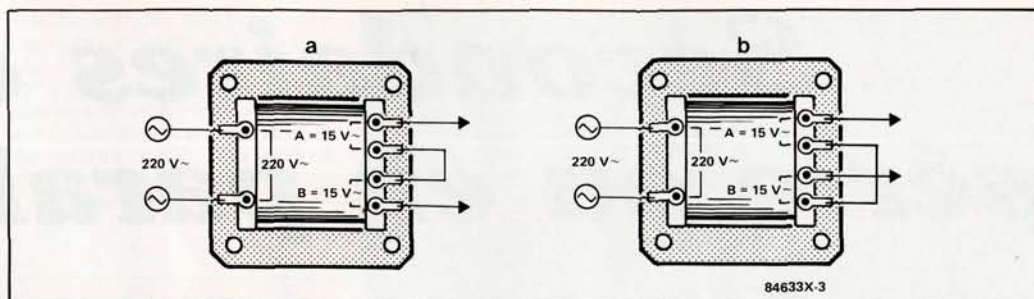

Figure 3 - Les deux possibilités de raccordement pratique des secondaires en série. La disposition est la plus courante.
dans l'air libre, et retournent du pôle sud vers le pôle nord à l'intérieur de l'aimant. Pour éviter au champ magnétique du transformateur cet épuisant trajet à l'air libre, on lui offre un circuit ininterrompu dans un noyau fermé. Dans le noyau de la figure 2, deux chemins s'offrent aux lignes de force, passant tous les deux par le centre du noyau, où le champ magnétique est à la fois créé par l'enroulement primaire et transformé en énergie électrique par les enroulements secondaires (figure 3). Notez que le sens des lignes de force n'est pas
**Figure 3 - Le schéma représente les enroulements l'un sur l'autre, le dessin d'un transformateur réel les montre dans des caniveaux séparés. Cette technique améliore l'isolement entre primaire et secondaire(s).**
daire(s) sont bobinés dans des caniveaux séparés qui garantissent l'isolement galvanique (figure 3).
Le rapport de phase entre deux enroulements n'est pas reconnaissable à la disposition des cosses de sortie d'un transformateur. Suivant la disposition des cosses et leur raccordement aux enroulements, la mise en série peut se faire suivant l'un ou l'autre des schémas de la **figure 3**. Pour trouver le « bon sens », il suffit de repérer les deux